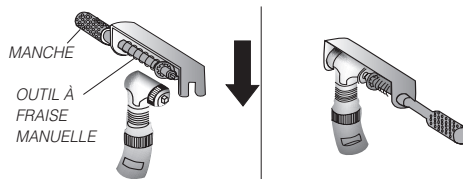

FIG. 5
- Tirez sur la poignée de l'outil à fraise manuelle, pièce Star n° 203108, et faites glisser la partie ouverte de l'outil sur le contre angle, comme illustré sur la Fig. 5 ; relâchez la poignée en plaçant l'axe de l'outil dans l'encoche à l'arrière de la tête du contre-angle.